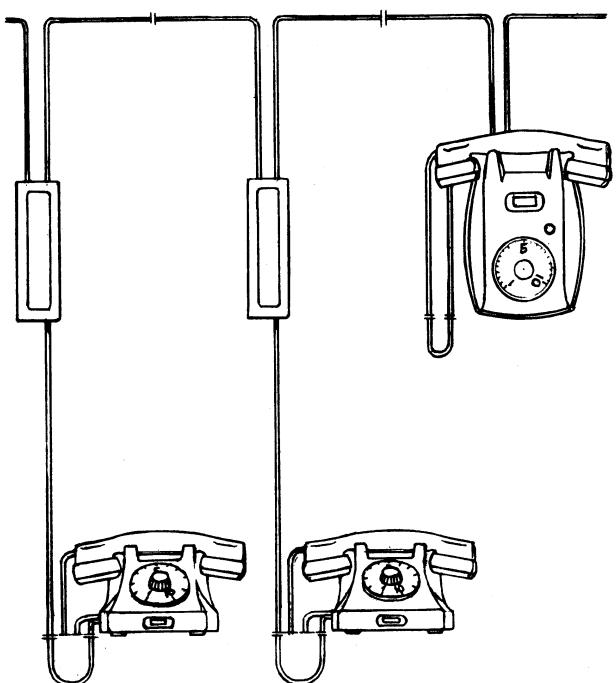

Fig. 3
2.1. Kabeldragningen (fig. 3). Kabeln drages nu från ett apparatställe till nästa så att kabelåtgången blir den minsta möjliga. Tillräckligt med kabel lämnas för inkoppling av väggfästena resp. väggapparater och kopplingsboxar på lämplig höjd över golvet (se nedan). Kabeln förlägges längs väggens takkant, ev. längs golvsockeln. Det förra sättet ger bästa skyddet för kabeln och bör väljas, då största möjliga säkerhet mot åverkan önskas. För det senare åtgår i regel kortare kabel. Avstånden mellan klämmorna väljs ca 0,3 m vid blykabel och 0,25 vid PV-isolerad. Ligga apparaterna i olika våningsplan (se fig. 1), får man avgöra om en längre kabel, dragen direkt mellan två apparater i de olika planen, blir dyrare eller billigare